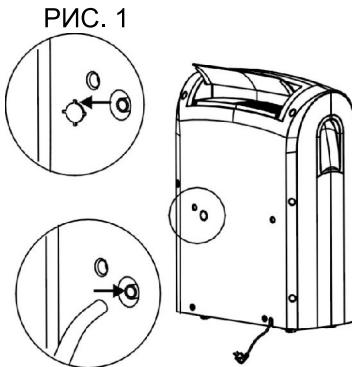

РИС. 2
2. Подсоединить спускное отверстие к трубке с внутренним диаметром 12мм. (РИС.2)